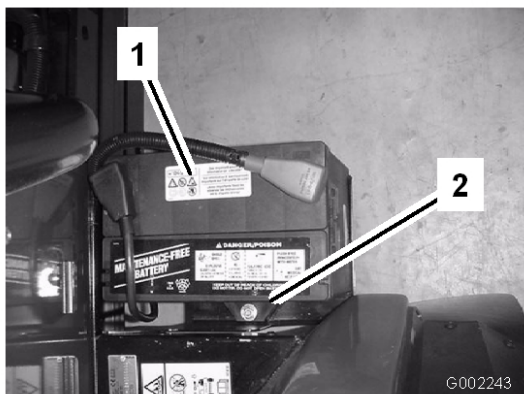

Bild 46
2. Nehmen Sie die Batteriehalterungen und -befestigungen ab (Bild 46).
3. Setzen Sie die Batteriehalterung auf und befestigen Sie sie mit den drei vorher entfernten Befestigungen (Bild 46).